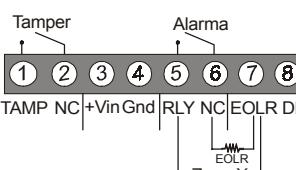

Figura 1: Bloque de terminales
**Terminal 7:** Conexion opcional del EOLR - ver Figura 1.